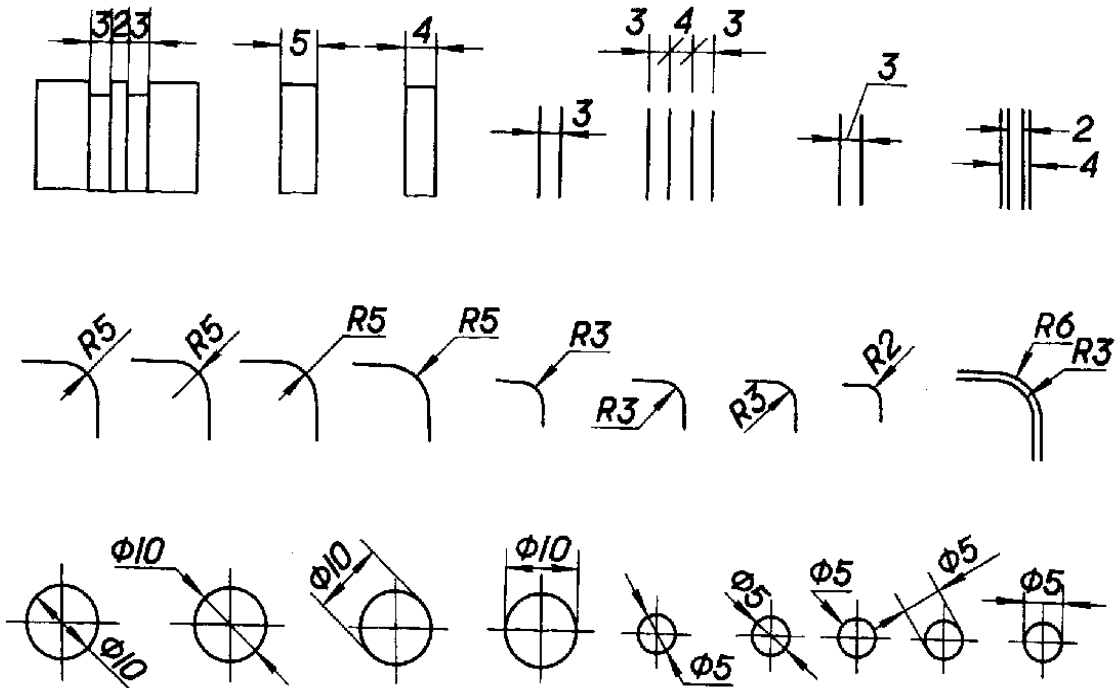

图 16
当尺寸线与尺寸界线相互垂直时，同一张图样中只能采用一种尺寸线终端的形式。当采用箭头时，地位不够的情况下，允许用圆点或斜线代替箭头（图16）。
2.2.6 在没有足够的位置画箭头或注写数字时，可按图16的形式标注。